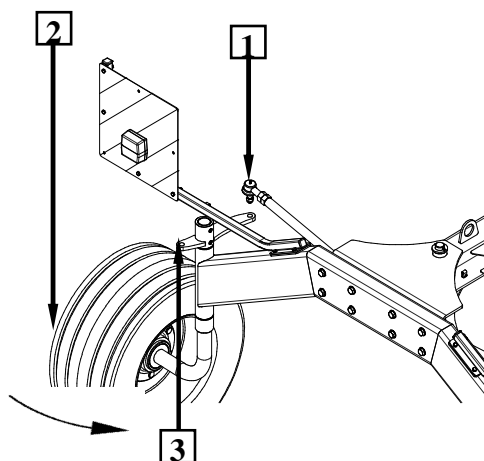

Рис. 9. Способ переустановки задних колес
Открутить шарнир (1), колеса (2) повернуть внутрь. Закрепить шарнир (1) на короткое ухо головки ноги шасси (3) (Рис. 9). Чтобы вернуть колеса наружу рамы повторить аналогичные действия.